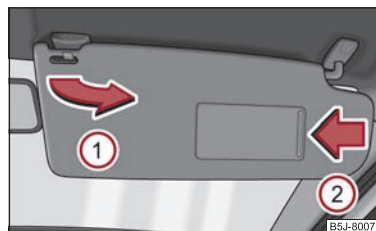

Abb. 42 Sonnenblende: Ausschwenken
Die Sonnenblende für den Fahrer bzw. Beifahrer können Sie aus der Halterung herausziehen und zur Tür in Pfeilrichtung ① ⇒ Abb. 42 schwenken.